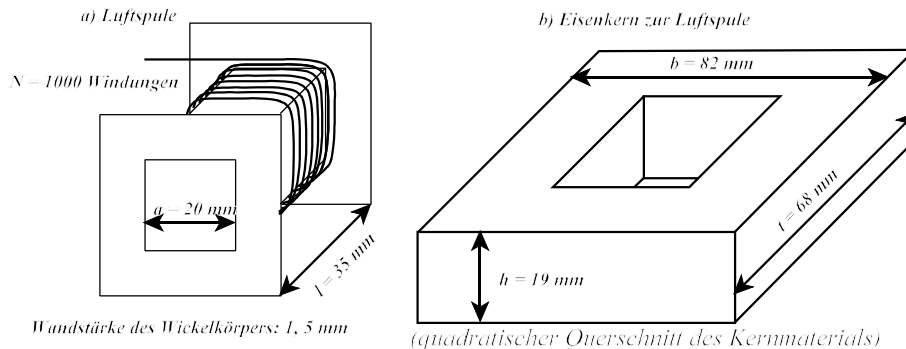

Bild 2 Luftspule und Eisenkern am Versuchsplatz
a) Luftspule in Bild 2 a)
b) Spule, aber jetzt montiert auf den Schenkel eines geschlossenen ringförmigen Eisenkerns ($\mu_r = 600$), s. Bild 2 b)